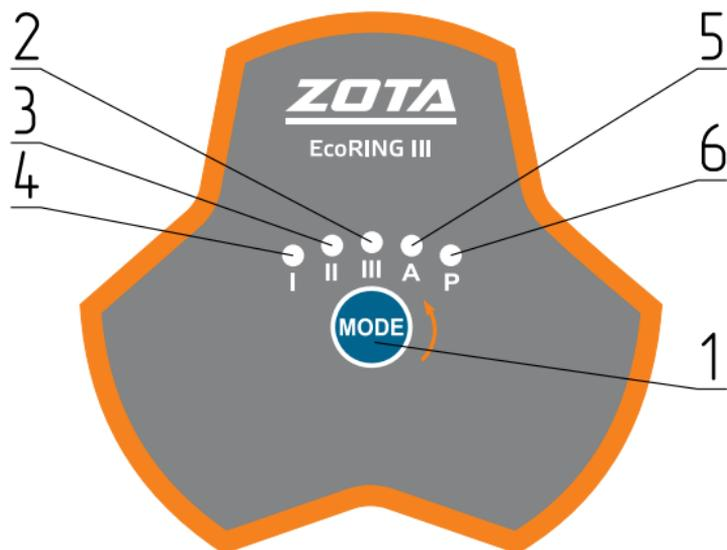

Рис.16 Органы управления.
7.8.1. Режимы работы насоса меняются поочередно последовательным нажатием кнопки MODE на фронтальной части блока подключения и управления (см. рисунок 16). Насос при этом должен быть подключен к сети.
- Повышенное напряжение сети – насос выключается при напряжении 270В и автоматически включается при уменьшении ниже 260В; мигает индикатор I (см. Рис.16).